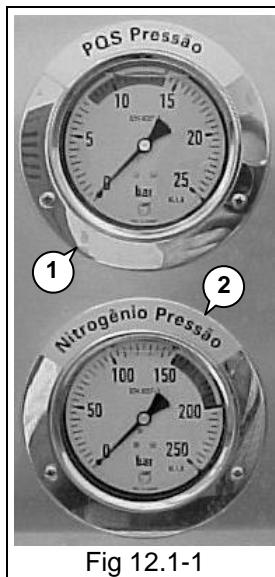

Fig 12.1-1
- Manômetro no tanque de PQS (Fig 12.1-1) (Pos. 1):
- Manômetro no reservatório (Fig 12.1-1) (Pos. 2):